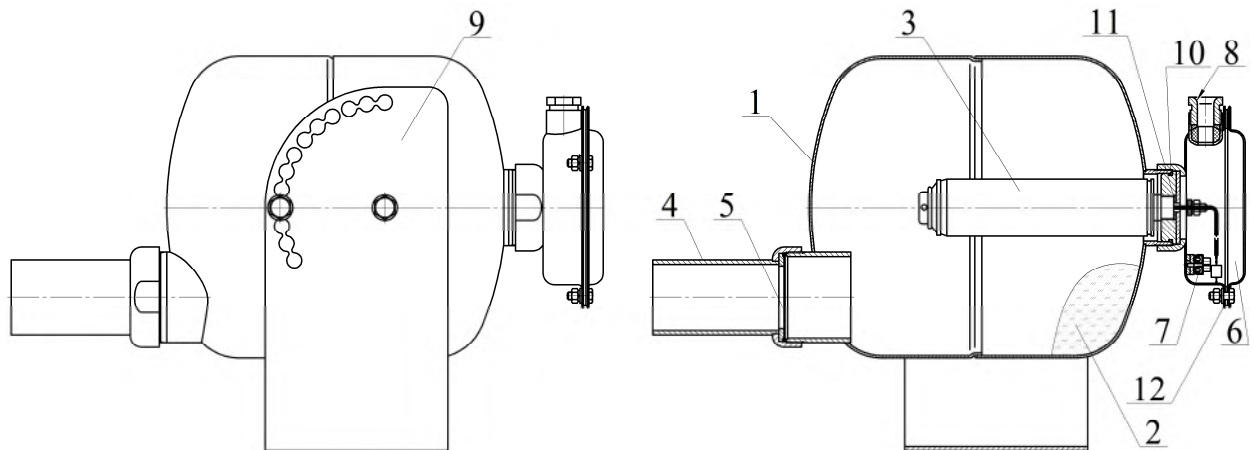

Рисунок 1
МПП (см. рисунок 1) состоит из корпуса **1**, в котором размещаются огнетушащий порошок (ОП) **2** и источник холодного газа (ИХГ) **3**.
2.1.3 Закрепить кронштейн 9 (см. рисунок 1) на потолке, стене или иной несущей плоскости, расположенной под любым углом относительно поверхности пола. Координаты отверстий в кронштейне, предназначенном для крепления МПП, приведены на рисунке 3.